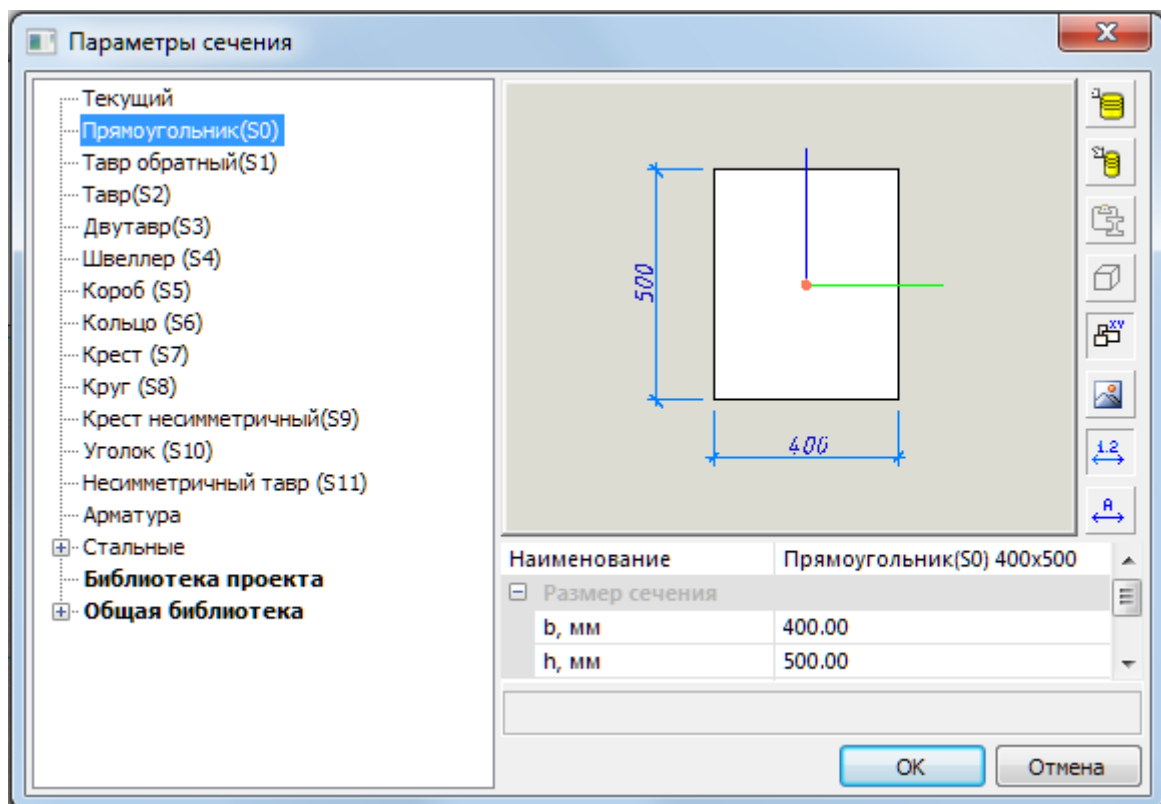

Рис.9.2 Диалоговое окно Параметры сечения
- Вызовите диалоговое окно **Параметры сечения** (рис.9.2) щелчком по кнопке  **Сечение** в строке свойств инструмента Балка.